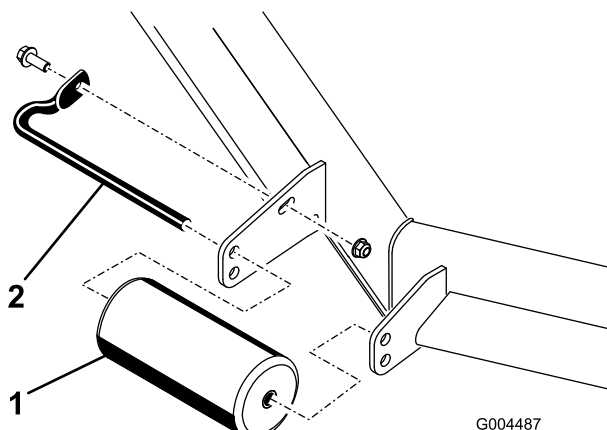

Figura 5
4. Togliete i fermi di fissaggio da ciascun rullo sul tosaerba ed alzate o abbassate i rulli come opportuno (Figura 5).